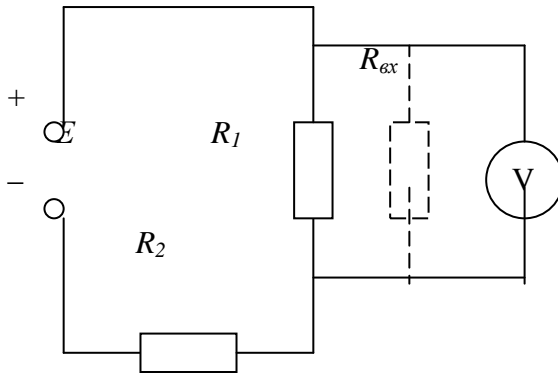

Рис. 3 Измерение напряжения на участке электрической цепи.
**Задача 4.** Для измерения напряжения на резисторе  $R_1 = 1$  кОм (см. рис.3) включен вольтметр класса точности  $K_{\text{П}}$  с конечным значением шкалы  $U_{\text{ном}}$  и  $R_{\text{вх}} = 5$ кОм показания вольтметра  $U_{\alpha}$ , напряжение источника  $E$ ;  $R_2 = 9$  кОм. Определить действительное значение измеряемой величины напряжения; погрешности, обусловленные методом измерения и классом точности прибора.